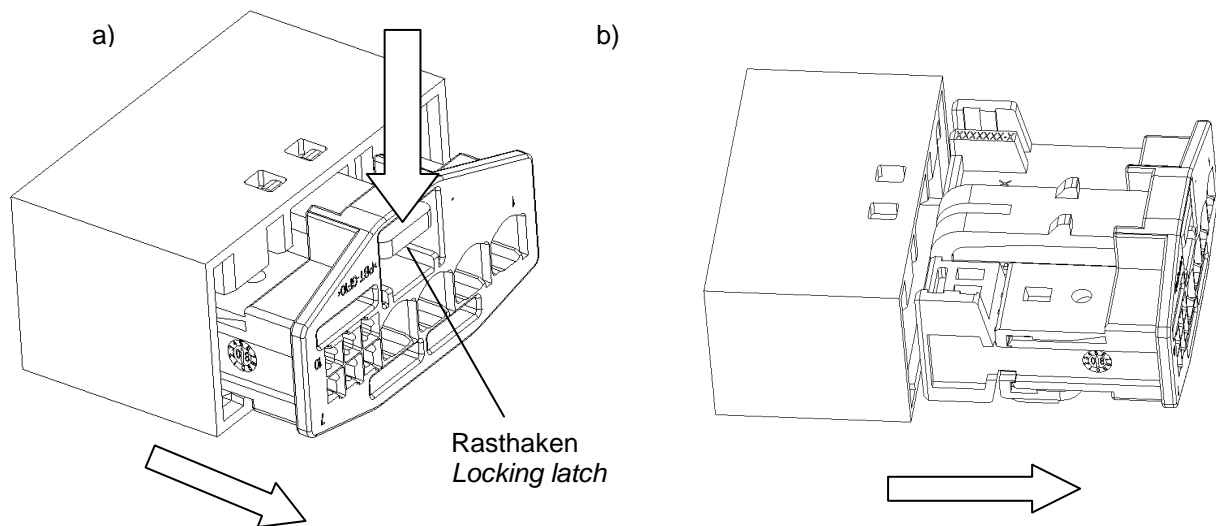

Abb. 8/ Fig 8
Rec.-Housing vom Gegenstueck wie in Abb. 8 a und b dargestellt abziehen, dabei den Rasthaken in Pfeilrichtung druecken, bis die Rastnasen nicht mehr im Gegenstueck blockieren.
*Pressing down the locking latch (see Fig 8 a) will release the locking between receptacle housing and the counterpart. You can then easily pull the rec housing – still pressing the latch - and separate it from the counterpart.*